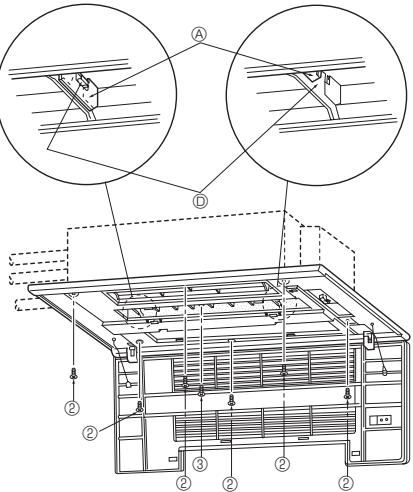

**Fig. 7-2**
- Compruebe que los cuatro puntos de fijación del panel frontal estén en contacto con la superficie del techo (véase la Fig. 7-2).